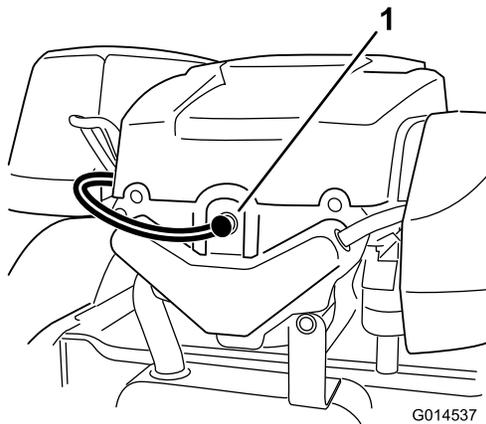

Figura 33
2. Retire el cable de bujía (Figura 33). Limpie alrededor de la bujía para evitar que entre suciedad en el motor y pueda causar daños.
3. Conecte el cable a la bujía (Figura 33).